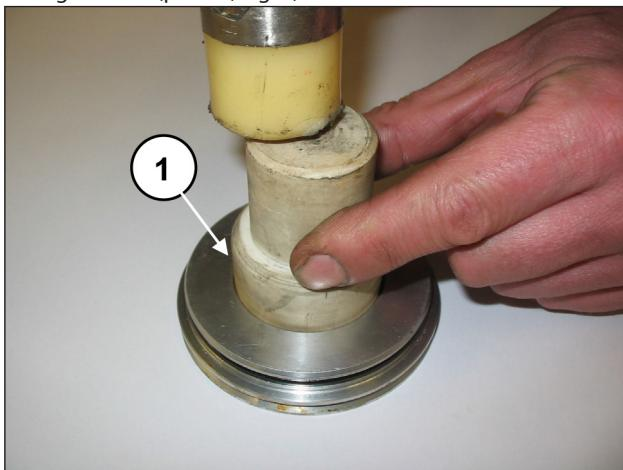

Fig. 5
Extraia o anel de estanqueidade radial (pos. ①, Fig. 5) e o O-ring externo (pos. ①, Fig. 6).